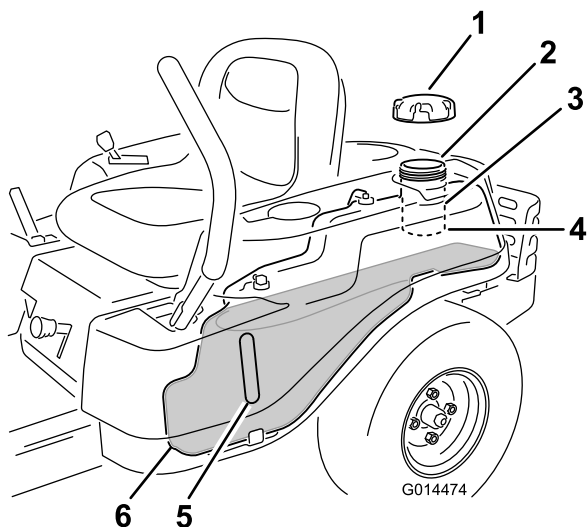

Figure 11
Remarque: Vous pouvez utiliser le regard pour vérifier la présence d'essence avant de faire le plein (Figure 11).
2. Versez **lentement** de l'essence sans plomb ordinaire jusqu'à ce que le niveau atteigne le bas du goulot de remplissage (Figure 11).